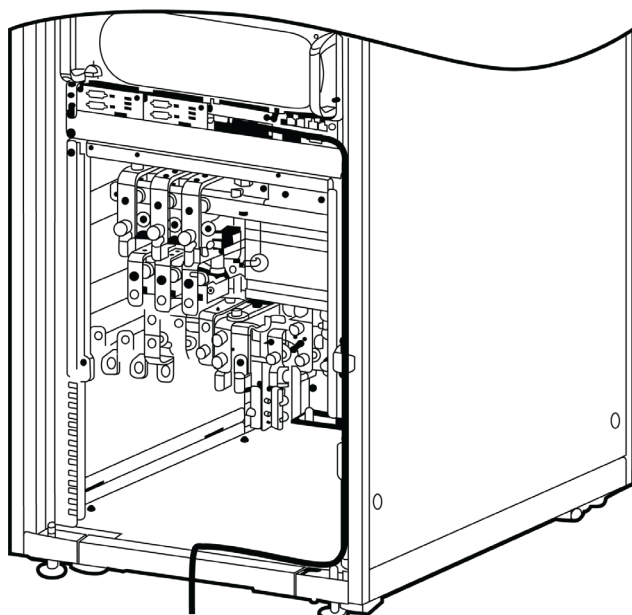

FIGURA 3.18. CABLEADO DE COMUNICACIÓN INFERIOR
Paso 5: Dirija los cables de comunicación a lo largo del lado derecho del gabinete, y luego conecte los cables al gabinete, como se muestra en la Figura 3.18.